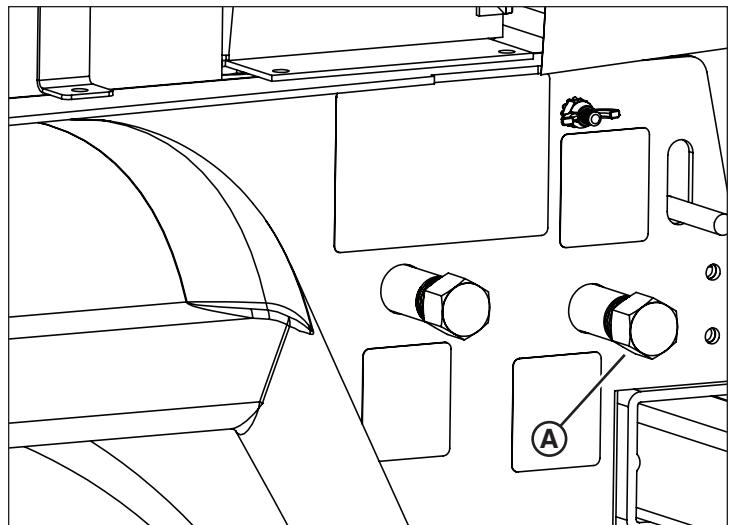

Figure 24
1. Placer un contenant adéquat sous le drain de récupération de liquide (**A**, Figure 24), se trouvant sur le côté gauche de la tour d'éclairage vers l'arrière.